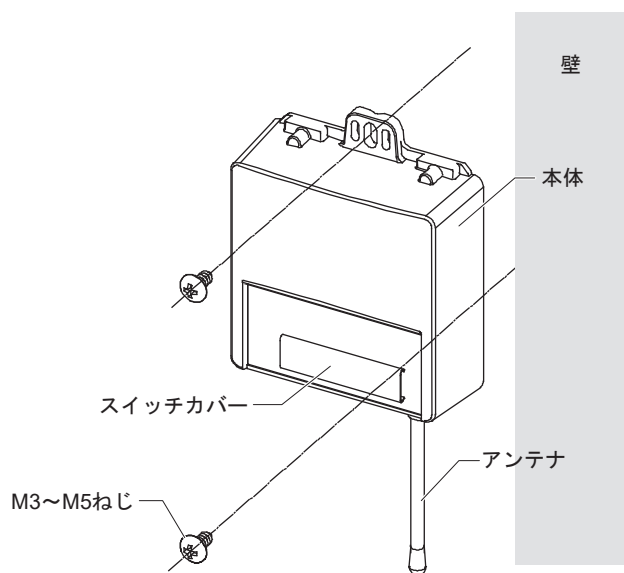

図12
## (3) 壁直接取付 (図12参照)
- ① スイッチカバーを手前に引っ張ってはずし、周波数チャンネルとグループアドレスおよびUTアドレスを設定します。